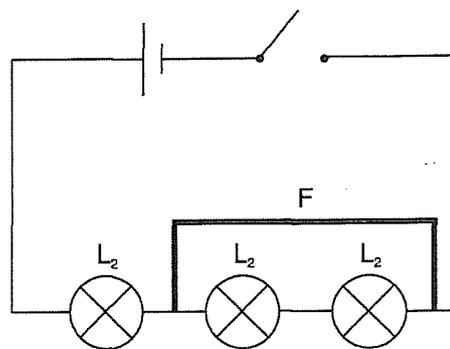

Figure 7.5
4.6. Court-circuiter un ensemble de deux ampoules à l'aide d'un fil de connexion (fil F de la figure 7.5). Noter les observations.